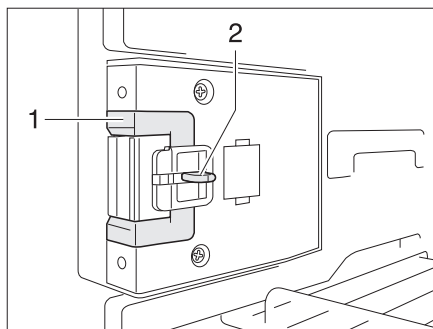
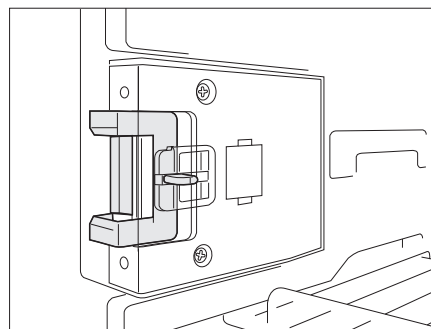

Fig. 326 Dispositivo di chiusura in posizione normale
Fig. 327 Dispositivo di chiusura in posizione di ricircolo d'aria
- Premere il dispositivo di sblocco (Fig. 326,2).
- Spingere il dispositivo di chiusura (Fig. 326,1) in avanti (Fig. 327).